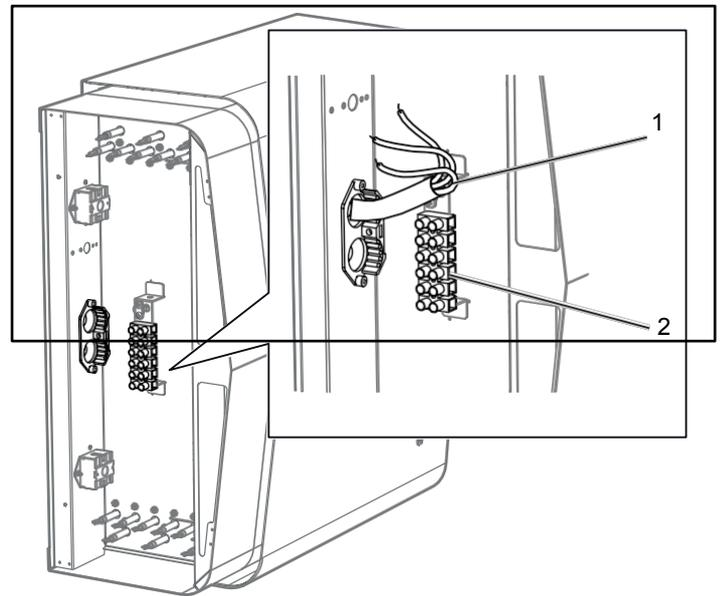

Figura 10: Cablaggio elettrico
2. Collegare il cavo elettrico (vedere Figura 10) secondo lo schema di collegamento (vedere la sezione Schema di collegamento/cablaggio, Figura 17-24).